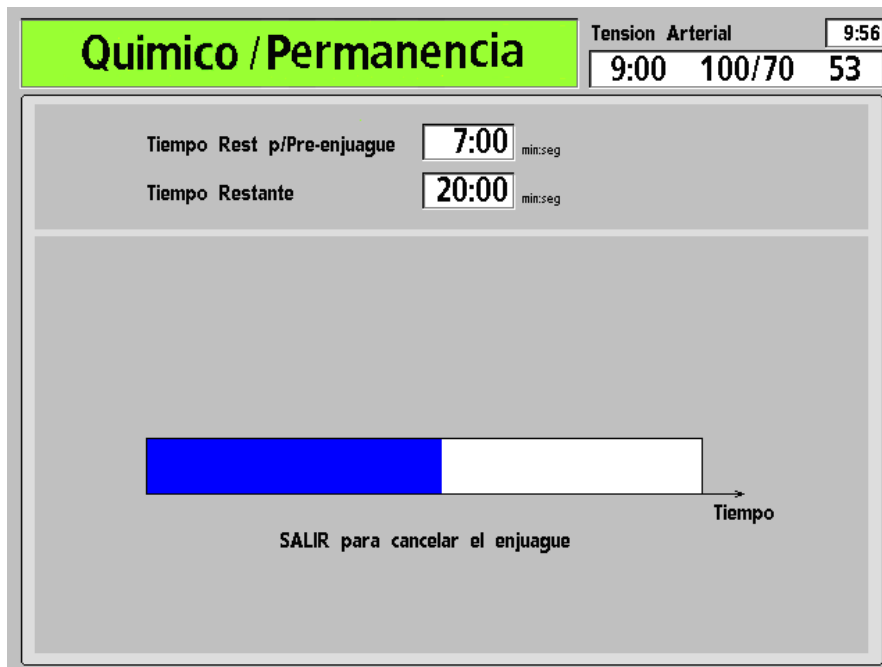

Figura 62 – La Pantalla “Química/Permanencia”
5. La pantalla “Química/Permanencia” aparece en la pantalla (vea Figura 62). El progreso del programa de desinfección es indicado por la barra horizontal. El programa comienza con un enjuague de 45 segundos. Se muestra el mensaje, “Espere: Enjuagando lín” en la cuadro de estado.